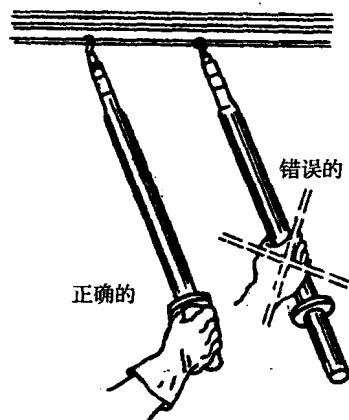

图 1-4 高压验电器握法
2. 使用高压验电器时手应放在把柄处,不得超过护环,如图 1-4 所示;